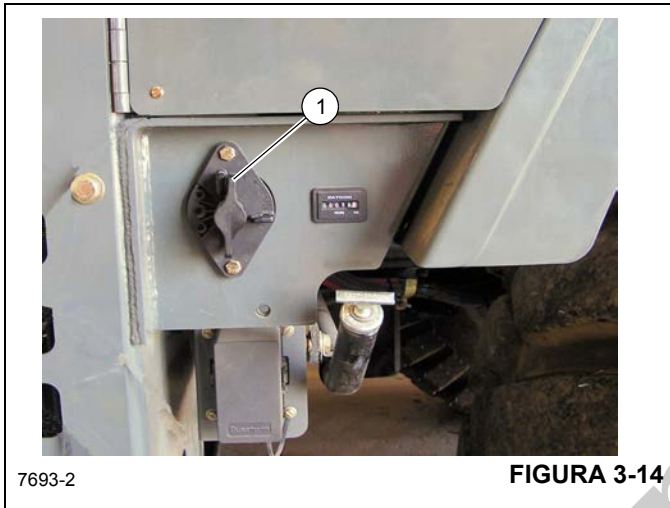

FIGURA 3-14
Assegure que a alavanca da chave de desconexão da bateria (1) (Figura 3-14) esteja na posição ON (Ligada) (alavanca mostrada na posição OFF, Desligada).